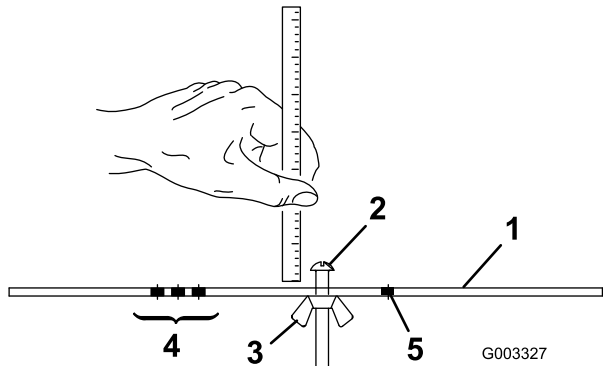

Figura 22
- 2. Afloje la tuerca de la barra de ajuste (Figura 22) y ajuste el tornillo para la altura de corte deseada. La distancia entre la parte inferior de la cabeza del tornillo y la cara de la barra es la altura de corte.